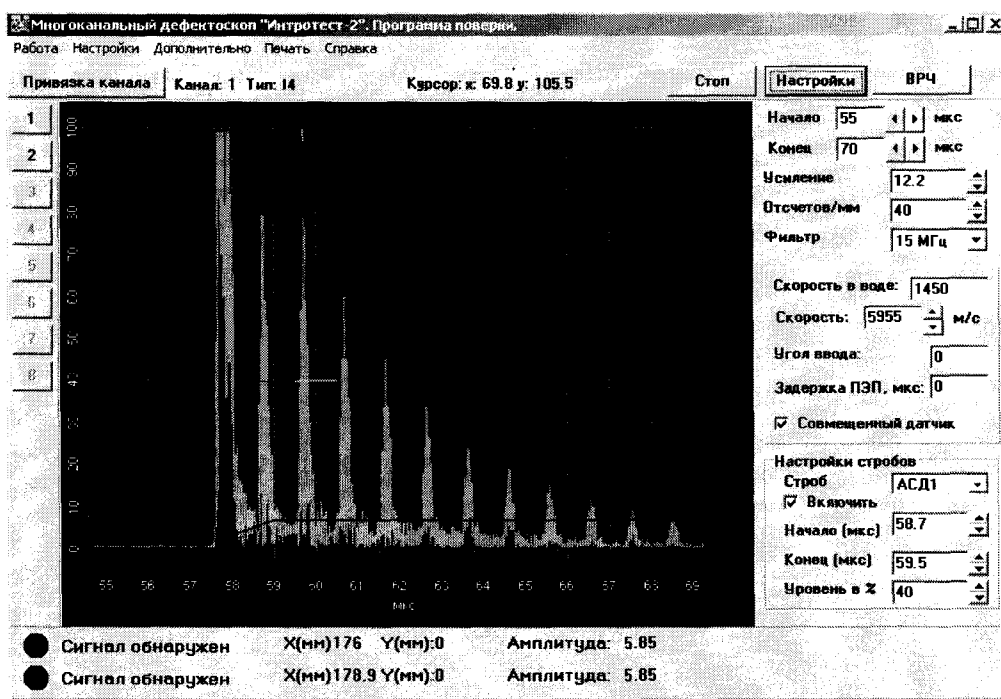

Рисунок 19 – Положение стробов
8.15.4 Получить сигнал от поверхности меры толщины, юстировкой ПЭП добиться максимальной амплитуды поверхностного сигнала. На экране дефектоскопа должны наблюдаться поверхностный, первый и второй донные сигналы. Усилением дефектоскопа установить амплитуду первого донного сигнала на уровень 80 % по шкале экрана. Строб АСД1 выставить так, чтобы он захватывал первый донный сигнал (см. рисунок 19). Настроить ВРЧ таким образом, чтобы амплитуда второго донного сигнала достигала уровня 80 % по шкале экрана. Строб АСД2 выставить так, чтобы он захватывал второй донный сигнал (см. рисунок 19).